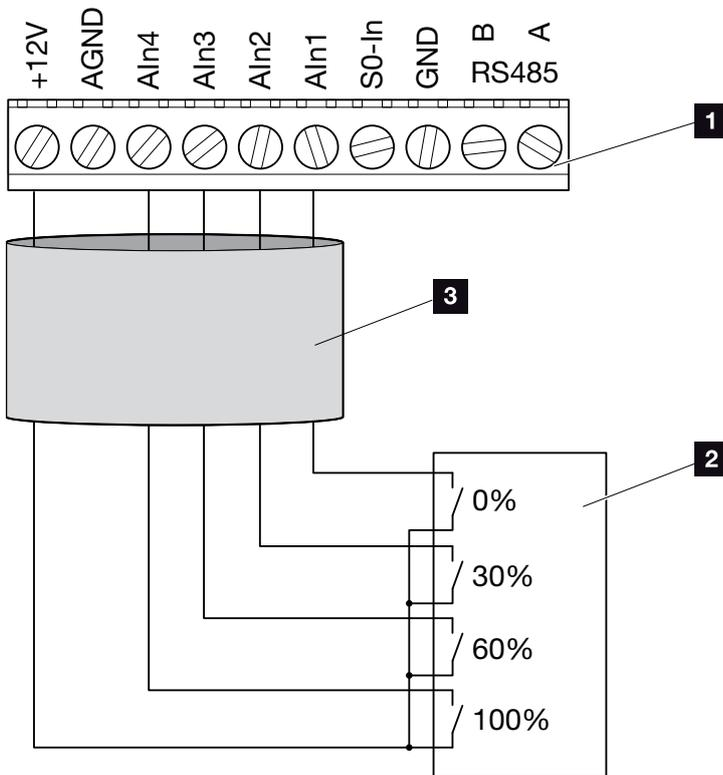

Fig. 58 : Raccordement du récepteur centralisé
2. Connecter tous les onduleurs via les connexions Ethernet (RJ45) avec un câble Ethernet ou via l'interface RS485. 🔌 **Fig. 58**
3. Raccorder le récepteur centralisé à l'onduleur maître 🔌 **Fig. 58 pos. 1** au niveau de la borne de raccordement (10 broches). ⚠ **Fig. 58**
Le récepteur centralisé doit seulement être raccordé à l'onduleur maître. 🔌 Fig. 58